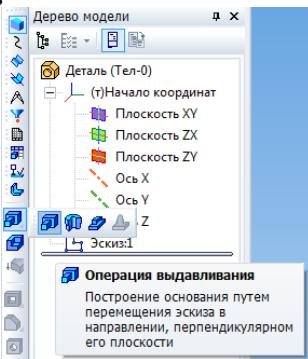

Рис. 2.4. Выбор кнопки **Операция выдавливания**
3. Необходимо вкладке **Редактирование детали** выбрать кнопку **Операция выдавливания** как на рис. 2.4